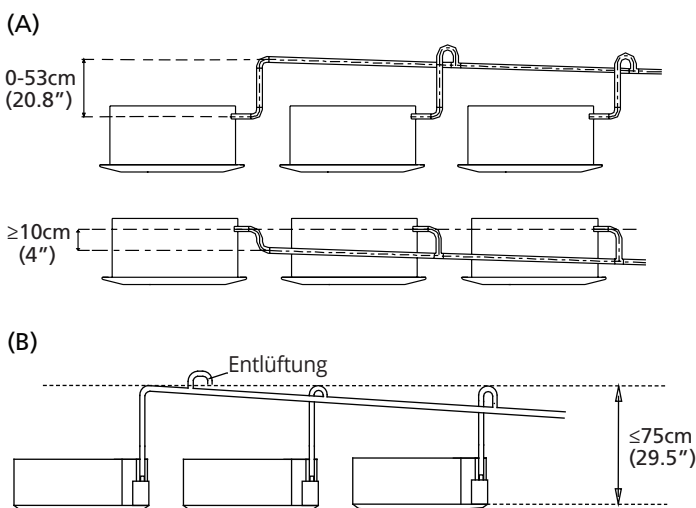

Fig. 5.4
**HINWEIS:** Wenn Sie mehrere Abflussrohre anschließen, installieren Sie die Rohre wie in Abb. 5.4. gezeigt